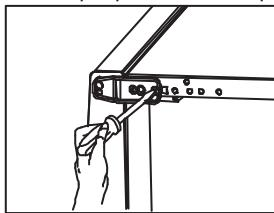
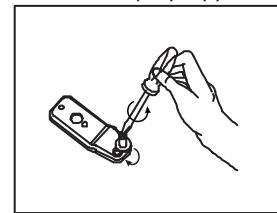

Рисунок 3.
Рисунок 4.
- Для модели 260: Положите холодильник левой стороной вниз. Снимите(открутите) обе регулирующие ножки, открутите винты нижнего шарнира и снимите его (Рис. 3). Отвинтите шпильку нижнего шарнира и вставьте её в следующее отверстие (Рис. 4). Затем установите шарнир на левой стороне холодильника. Завинтите обе регулирующих ножки.